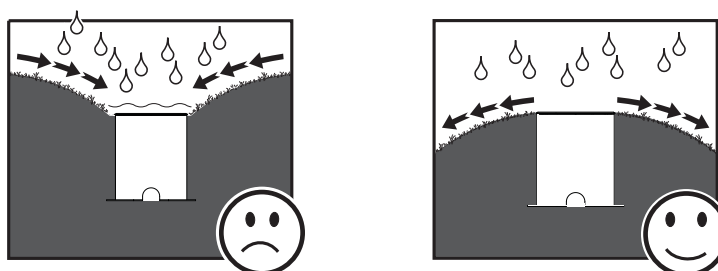

Figure 4: Eviter l'accumulation d'eau
- Voir Figure 4. Pour minimiser le risque d'inondation ou de stagnation dans les supports, installez les appareils au dessus du niveau général de la zone et assurez-vous que l'eau est naturellement drainée loin des supports plutôt que vers les supports.